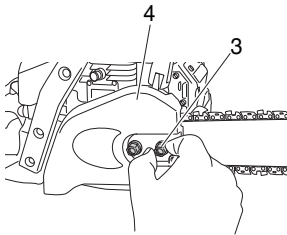

Fig. 3
2. Quite las tuercas de fijación (3) de la barra directriz. Quite la caja lateral (4). (Fig. 3)
Luego, apriete las tuercas de fijación de la barra directriz (3) manualmente permitiendo que el extremo de la barra guía se mueva de arriba a hacia abajo fácilmente. (Fig. 3)